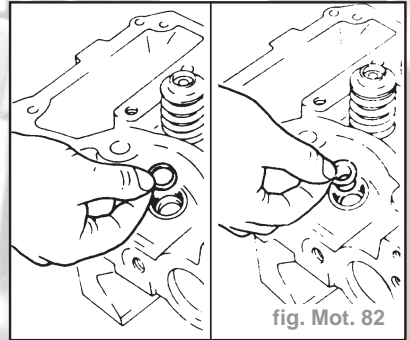

fig. Mot. 82
- les bagues d'étanchéité pour la douille de bougie de préchauffage (fig. Mot. 82),